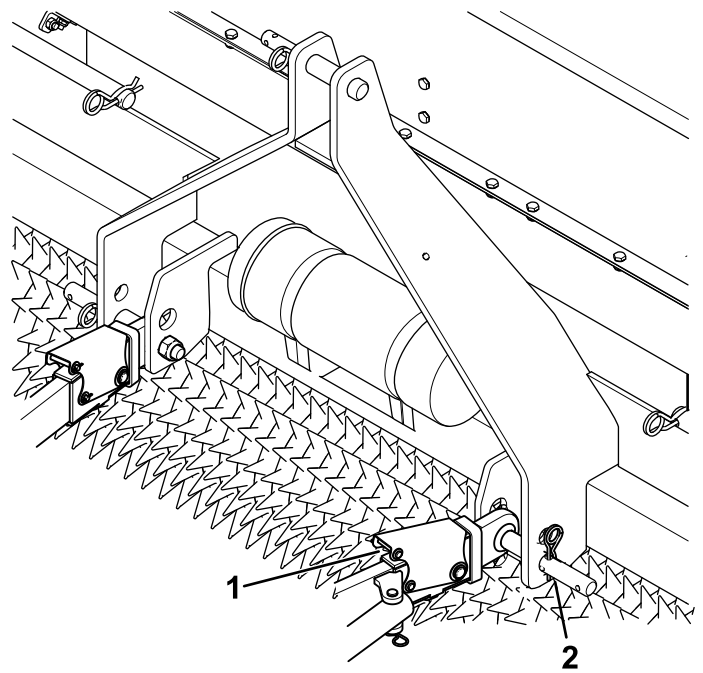

Figure 11
4. Déposez les bras d'attelage inférieurs (Figure 11).